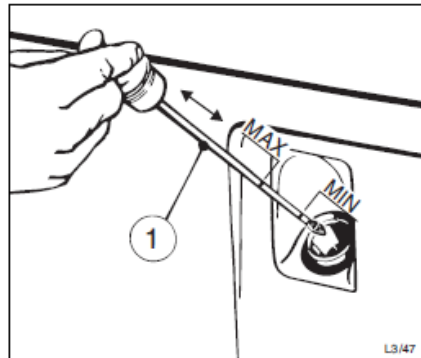

Abb. 34 – Ablassschraube
- Nach kurzem Betrieb den Ölstand nochmals überprüfen und nach Bedarf nachfüllen (abb. 34).